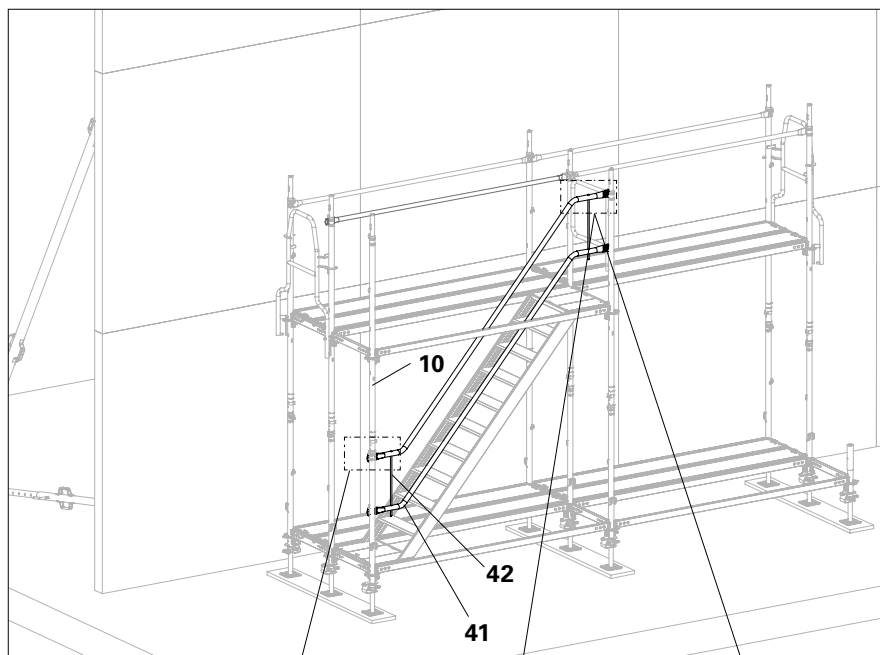

Abb. A3.08
3. Beide Treppengeländer EAG (**41**) mit 2x Steckbolzen EAG (**42**) verbinden. Dazu den Steckbolzen von oben durch die Bohrungen der Geländerholme stecken. (Abb. A3.08)